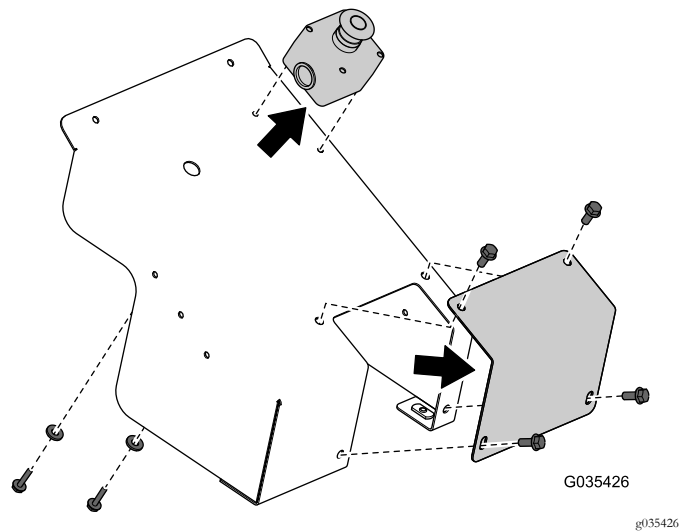

Figure 2
6. Sur le couvercle, déposez le bouton d'arrêt d'urgence et le couvercle de la commande manuelle (Figure 2).